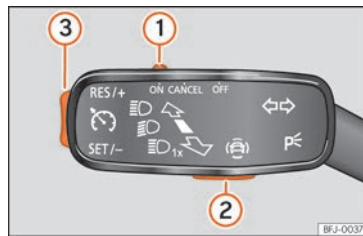

Fig. 54 A sinistra del piantone dello sterzo: interruttori e comandi per l'uso del GRA.
• Collegamento del GRA: spostare l'interruttore » fig. 54 ① verso **ON**. Il sistema è acceso. Il sistema non effettua la regolazione poi-
- Attivazione del GRA: premere il tasto » fig. 54 ② nella zona **SET/-**. La velocità attuale viene memorizzata e regolata.
- Disattivazione temporanea del GRA: spostare l'interruttore » fig. 54 ① verso **CANCEL** o schiacciare il freno. La regolazione si scollega temporaneamente.
- Collegare nuovamente il GRA: premere il tasto » fig. 54 ② in **RES/+**. La velocità memorizzata verrà salvata e regolata nuovamente.
- Aumentare la velocità programmata durante la regolazione del GRA: premere il tasto ② in **RES/+**. Il veicolo accelera fino a raggiungere la nuova velocità memorizzata.
- Ridurre la velocità programmata durante la regolazione del GRA: premere il tasto ② in **SET/-** per diminuire la velocità di 1 km/h (1 mph). La velocità si riduce fino a raggiungere la nuova velocità memorizzata.
- Disattivazione del GRA: spostare l'interruttore » fig. 54 ① a **OFF**. Il sistema si disattiva e la velocità memorizzata si cancella.